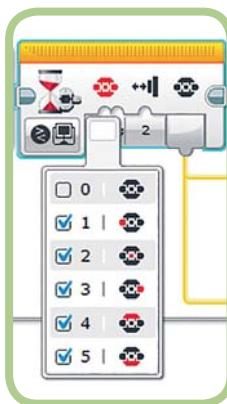

Рис. 15.12. Дождись щелчка любой из пяти кнопок
- В блоке **Ожидание** (Wait) используется режим **Кнопки управления модулем** (Brick Buttons) ⇒ **Сравнение** (Compare), чтобы дождаться щелчка любой из пяти кнопок. (На рис. 15.12 видно, что выбраны все пять кнопок модуля.) С помощью выходного параметра